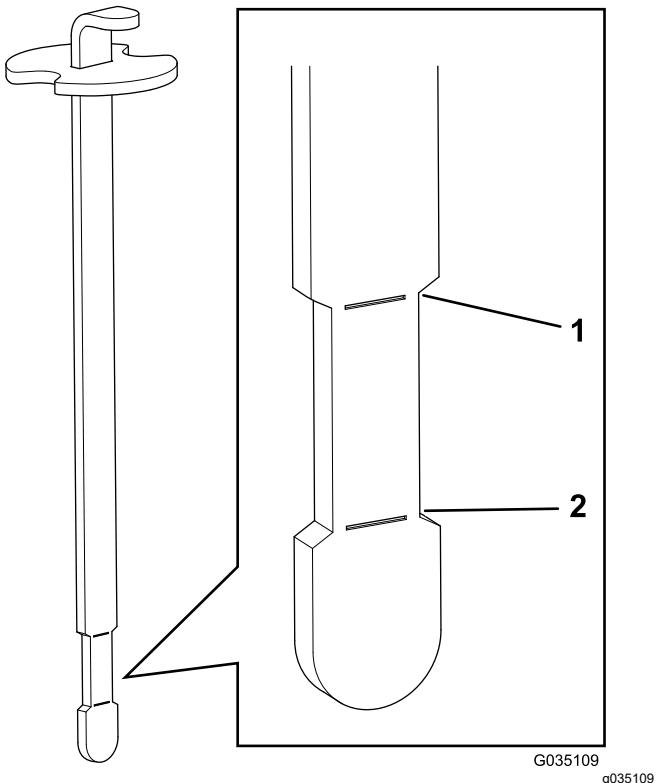

Bild 17
**Hinweis:** Der Ölstand muss zwischen der oberen und unteren Markierung (eingeengter Bereich) am Peilstab liegen (Bild 17).